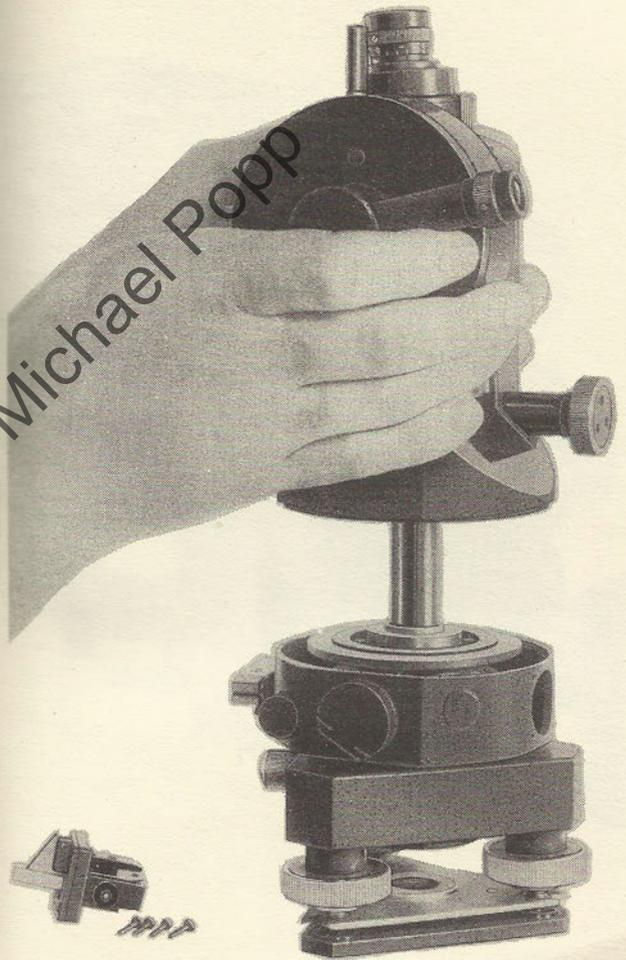

Bild 11
- 5.(Bild 11) Alhidaden-Ober-und Unterteil zusammenhalten und wieder in den Dreifuß einsetzen.Klemmschraube für Steckzapfen anziehen. Theodolit-Oberteil mit beiden Händen zügig aus der Buchse herausheben und oberen und unteren Zwischenring abnehmen.